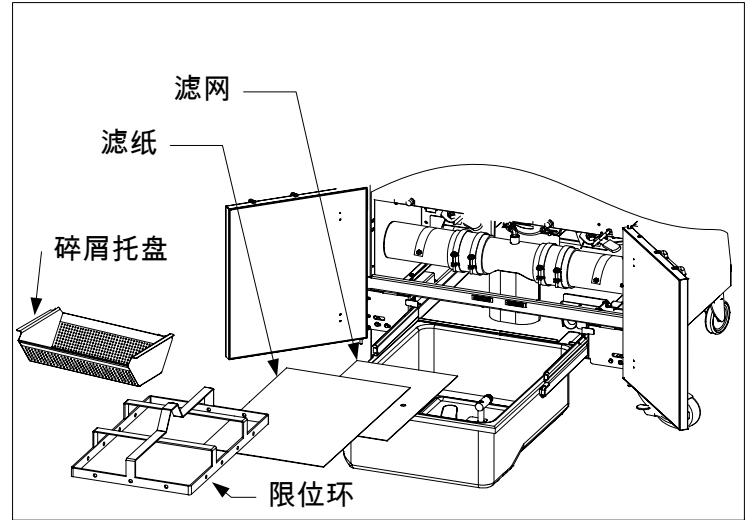

图 1
1. 将滤盘从炸柜中拉出来，然后拆除碎屑托盘、限位环、滤纸和滤网。（参见图 1）用洗涤液和热水清洗所有组件，然后彻底风干。
3. 然后以相反的顺序将金属滤网放置到滤盘底部的中心位置，在滤网的顶部放置一张滤纸，覆盖所有的边。（参见图 1）如果使用滤垫，则确保滤垫粗糙的一面朝上，并将该滤垫置于滤网上面，从而确保滤垫位于滤盘凸出的脊之间。